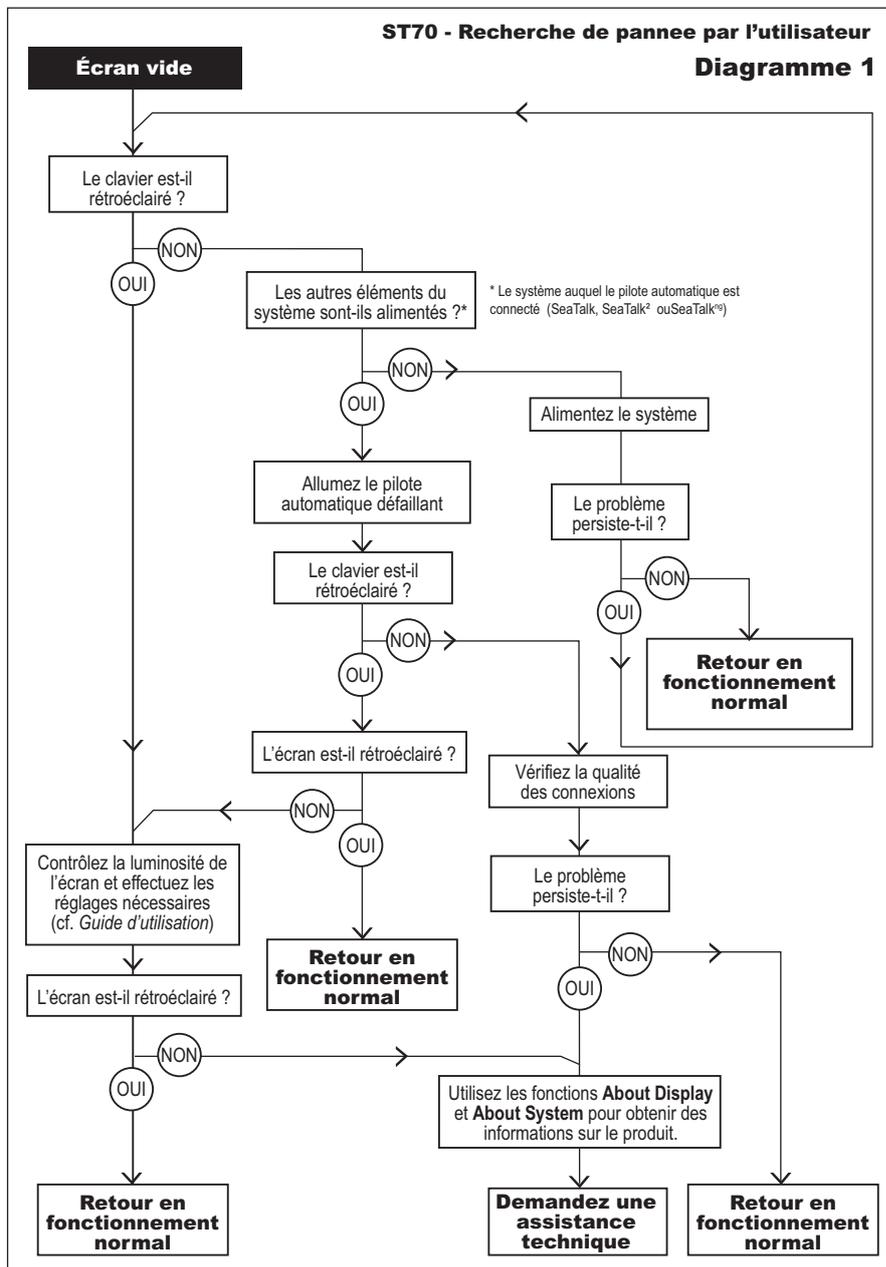

Figure 4-1 Dysfonctionnements – Diagramme 1
- L'écran du pupitre de commande est vide : reportez-vous en *Figure 4-1* en page 29